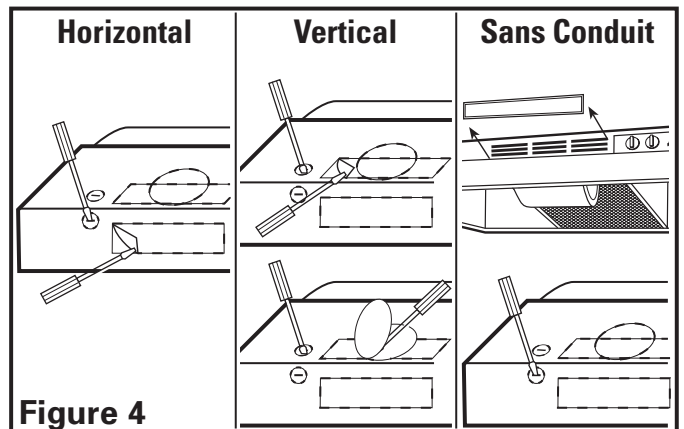

Figure 4
- 2a. **Horizontal ou Vertical** – Enlever l'alvéole défonçable en insérant un tournevis sous le contour et casser les attaches qui le retiennent en place. Peler avec des pinces (**Figure 4**).
- 2b. **Sans Conduit** – soulever et retirer les inserts de ventilation de la hotte situés derrière la grille, exposant les fentes à air avant. Ne pas utiliser de tournevis ou tout autre objet qui pourrait égratigner la hotte (**Figure 4**).
- 2c. **Rond de 17,78 cm (7 po)** – enlever l'alvéole défonçable située sur le dessus de la hotte en insérant un tournevis sous le rebord et briser les attaches qui la maintiennent en place. Peler avec des pinces (**Figure 4**).
3. Déterminer où le service électrique entrera dans la hotte et enlever les alvéoles défonçables électriques appropriées en insérant un tournevis dans la fente et en le repliant vers l'avant et l'arrière jusqu'à ce que les alvéoles deviennent lâches (**Figure 4**).